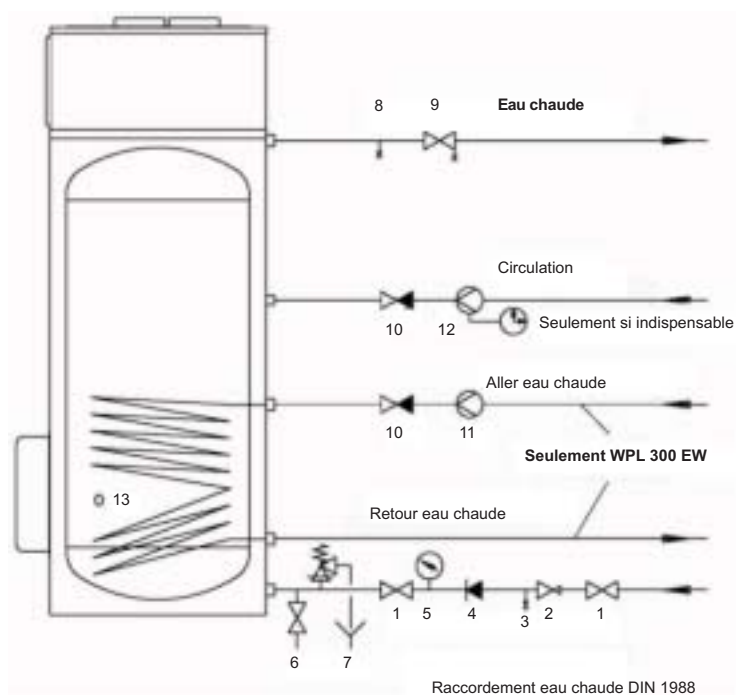

Fig. 5, Raccordement eau froide/eau chaude
- Respectez l'ordre des vannes de sécurité selon DIN 1988 (Fig. 5).